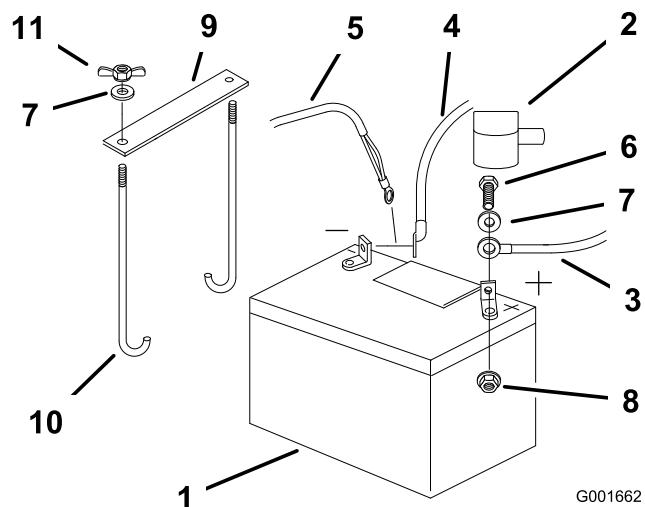

Figure 40
4. Commencez par débrancher le câble négatif et le câble de masse de la borne négative (-) de la batterie (Figure 40).
5. Ôtez le capuchon rouge de la borne positive (rouge) de la batterie. Débranchez ensuite le câble positif (rouge) de la batterie (Figure 40).
6. Retirez les deux écrous à oreilles (1/4 pouce) de fixation de la barrette de maintien de la batterie (Figure 40).
1. Placez la batterie dans son support en tournant les bornes vers le moteur(Figure 40).
4. Fixez les câbles avec 2 boulons (1/4 x 3/4 po), 2 rondelles (1/4 pouce) et 2 contre-écrous (1/4 pouce) (Figure 40).
6. Fixez la batterie en position avec des boulons en J, une barrette de maintien et 2 rondelles (1/4 pouce), ainsi que 2 écrous à oreilles ((1/4 pouce)) (Figure 40).